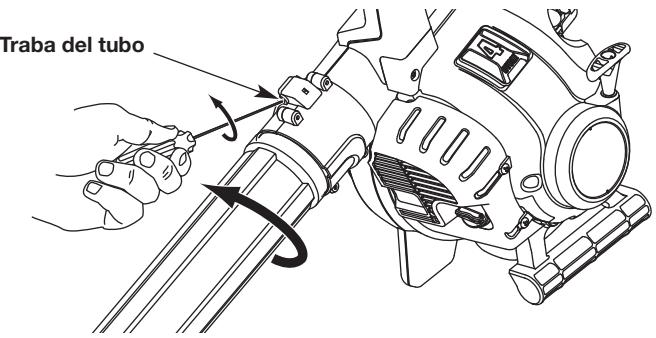

Fig. 1
1. Inserte un destornillador de cabeza plana en la traba del tubo. Gire el destornillador 1/4 de vuelta hacia la izquierda y sosténgalo en el lugar (Fig. 1).
2. Gire el tubo de la aspiradora hacia la izquierda hasta que se destraba de la salida de la sopladora (Fig. 1).